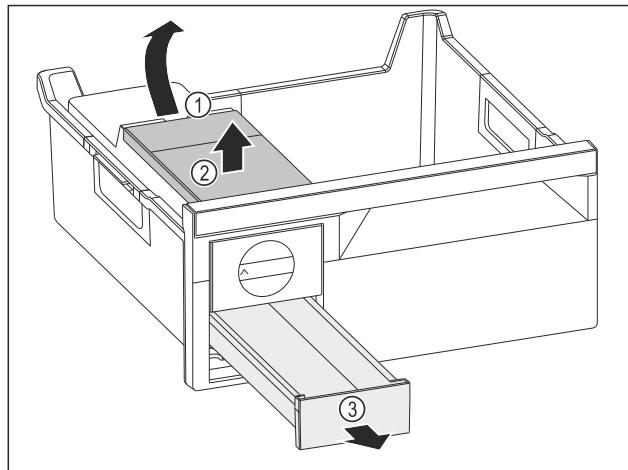

Fig. 135
- Vyjmutí nádržky na vodu: Zvedněte nádržku na vodu za vybrání Fig. 135 (1).
- Nádržku na vodu Fig. 135 (2) vyjměte nahoru.
- Zásuvku na kostky ledu Fig. 135 (3) vyjměte dopředu.